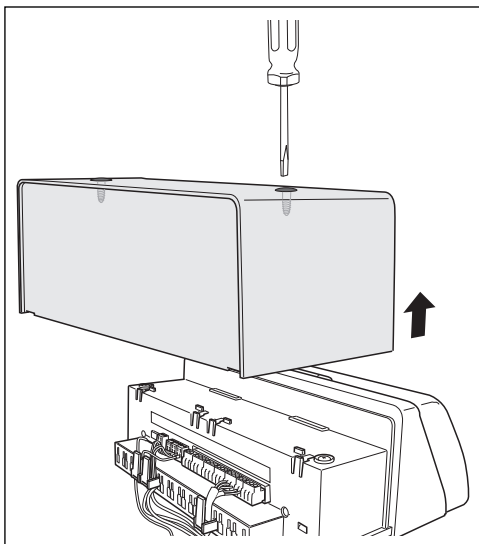

Bild 5 Abdeckhaube abnehmen
- Die zwei Schrauben an der Oberseite der Abdeckhaube lösen (→ Bild 5).